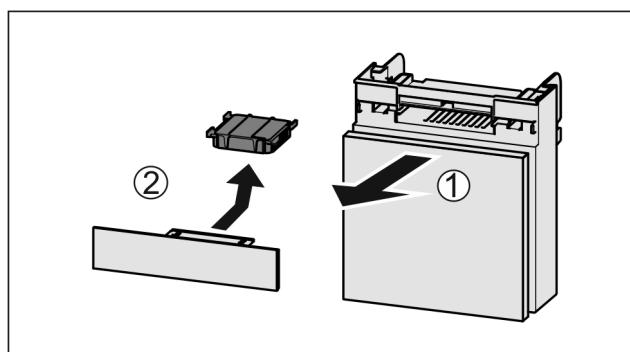

Fig. 172
- Extrageți Fig. 172 (1) compartimentul către înainte.
- Scoateți Fig. 172 (2) filtrul de cărbune activ.